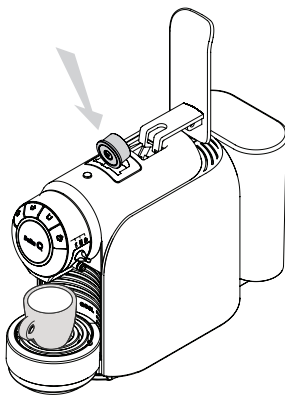

Fig. 9: Colocar una cápsula.
- Levante completamente la palanca e introduzca una cápsula de café Delta Q en el orificio del porta-cápsulas, colóquela de acuerdo con la silueta del orificio. Baje totalmente la palanca (ver **Fig. 9**).
- Una vez extraída la cantidad de café seleccionada, el equipo se detendrá automáticamente. Se recomienda levantar totalmente la palanca de nuevo para liberar la cápsula retenida en el depósito de recogida de las cápsulas usadas. Vuelva a bajar totalmente la palanca (ver **Fig. 9**).
- Levante completamente la palanca e introduzca una cápsula de té Delta Q en el orificio del porta-cápsulas, colóquela de acuerdo con la silueta del orificio. Baje totalmente la palanca (ver **Fig. 9**).
- Una vez extraída la cantidad de té seleccionada, el equipo se detendrá automáticamente. Se recomienda levantar totalmente la palanca de nuevo para liberar la cápsula retenida en el depósito de las cápsulas usadas. Vuelva a bajar totalmente la palanca (ver **Fig. 9**).